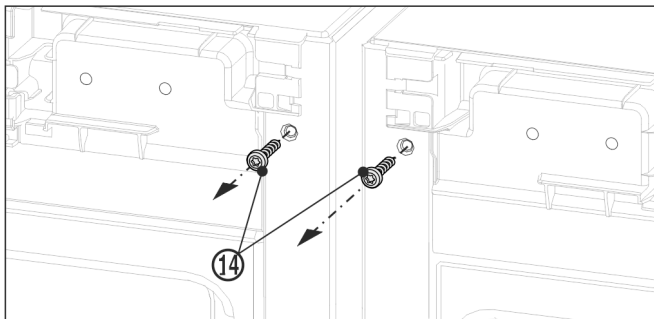

Fig. 11
- ▶ Před montáží horního úhelníku oba uzemňovací šrouby Fig. 11 (14) vyšroubujte.